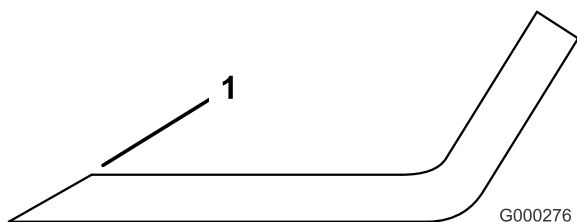

Figure 23
3. Examinez les tranchants de toutes les lames et aiguisiez-les s'ils sont émoussés ou ébréchés. N'aiguissez que le haut du tranchant et conservez l'angle de coupe d'origine pour obtenir une coupe nette (Figure 23). Limez la même quantité de métal sur chacun des deux tranchants pour ne pas déséquilibrer la lame.